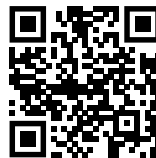

Fig. 154
- ▶ Відкрити Liebherr SmartMonitoring Dashboard. (див. Fig. 154)